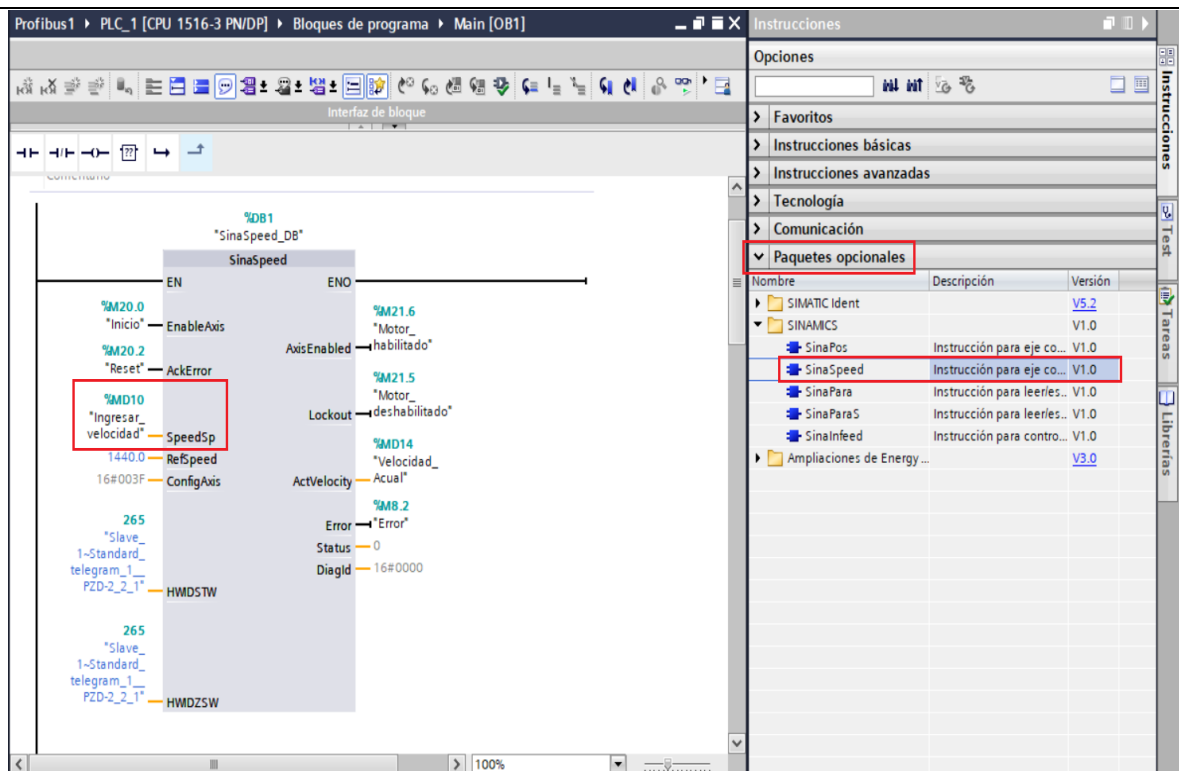

Figura 24: Configuración del Bloque SinaSpeed
- En el primer segmento se coloca el bloque Sina Speed correspondiente al Telegrama 1 dirigiéndose a “**Instrucciones**” / “**Paquetes opcionales**” / “**SinaSpeed**”, dar doble click en este último apartado y el bloque de programación se integrará al bloque **MAIN** (Ver figura 24).
- Establecer el telegrama de comunicación “Telegrama 1” a las entradas “**HWIDSTW**” y “**HWIDZSW**”, para establecer la comunicación con el PLC_1 (ver Figura 24).
- El resto de etiquetas se puede configurar tal y como se observa en la Figura 24.